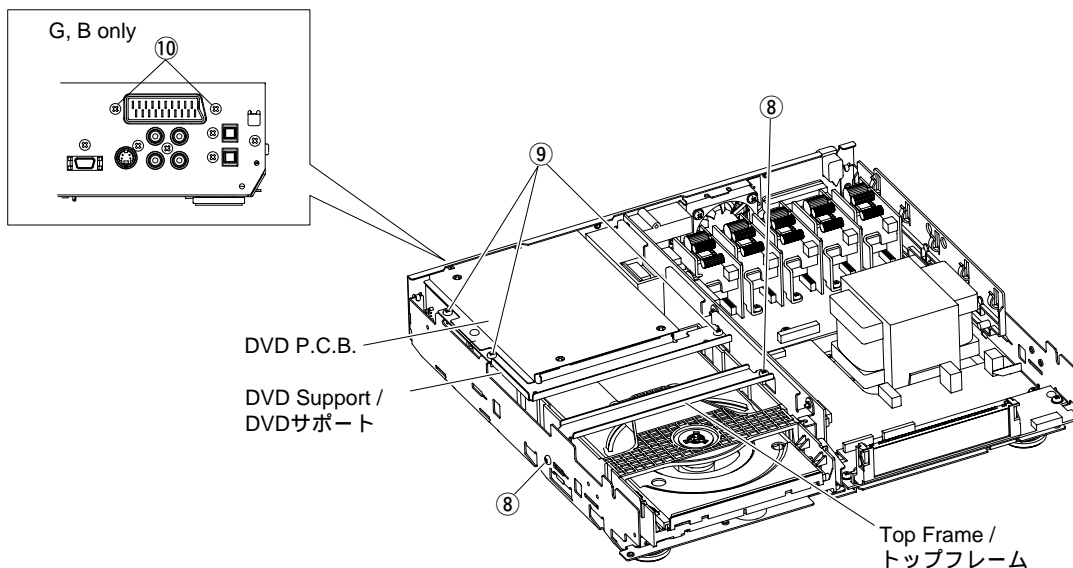

Fig. 5
- a. Remove 2 screws ( ⑧ ) and then remove the Top Frame in Fig. 5.
- b. Remove 3 screws ( ⑨ ) in Fig. 5.
- c. Remove 2 screws ( ⑩ ) in Fig. 5. ( G, B only )
- d. Remove the DVD support and the DVD P.C.B. in Fig. 5.
- a. ⑧のネジ2本を外し、トップフレームを外します。( Fig. 5 )
- b. ⑨のネジ3本を外します。( Fig. 5 )
- c. ⑩のネジ2本を外します。( G, B only )( Fig. 5 )
- d. DVDサポート & DVD P.C.B.を外します。( Fig. 5 )